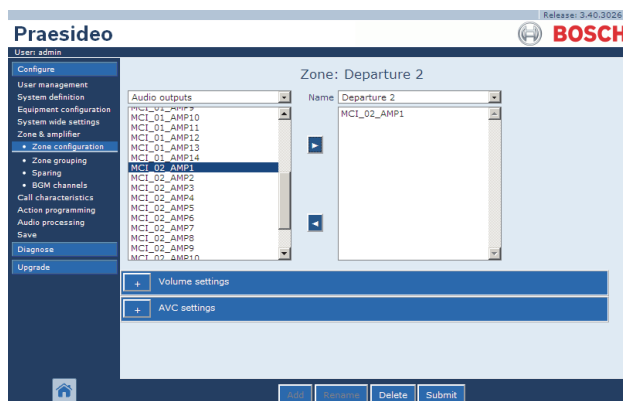

figura 46.5: Nuova zona, passaggio 5
- 5 Fare doppio clic sull'uscita selezionata o fare clic sul pulsante **>** per aggiungere l'uscita alla zona (vedere figura 46.5).